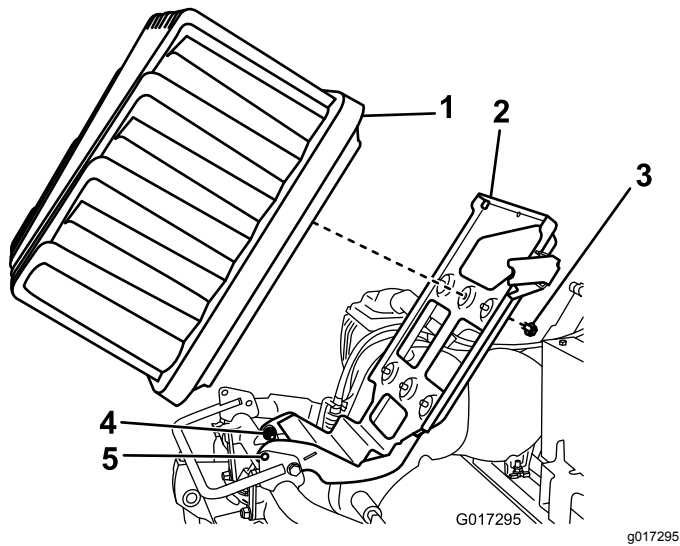

図 11
5. ピボットボルトとナット2組それぞれを半回転ずつゆるめる 図 11。
6. バッテリープラットフォームを上昇させて、ベースとフレームのロック穴をそろえる 図 11。